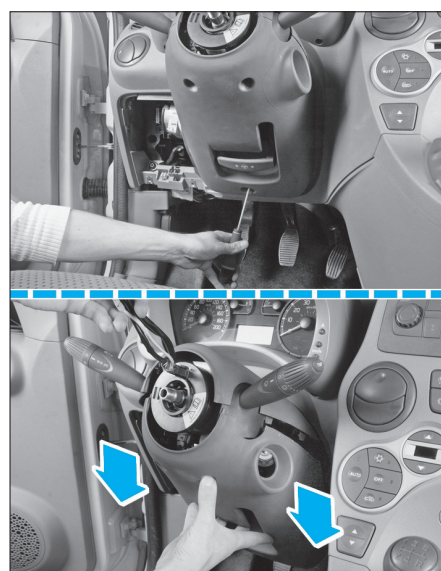

FIG. 7
- les vis de fixation de la coquille inférieure de direction (Fig.7), puis la dégrafer comme illustré,